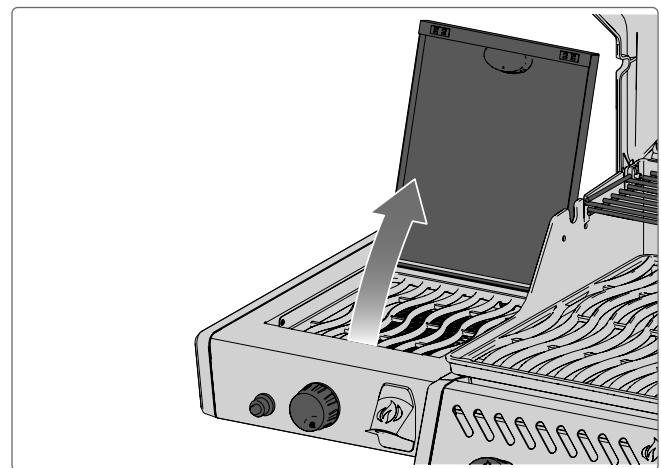

Рис. 10
1. Откройте крышку горелки (Рис. 10)